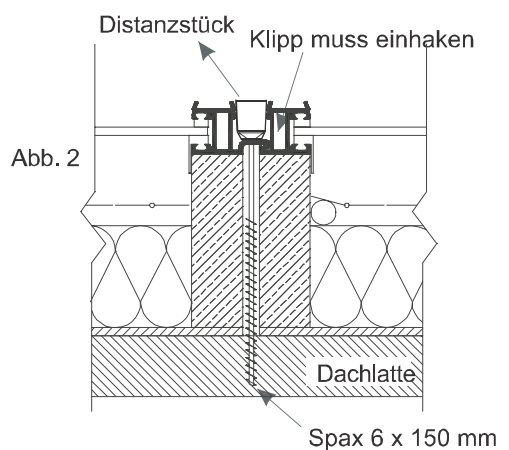

Abb. 2
4. Die Erweiterungsmodule werden ebenso auf die Dachlatten gelegt, und von links an den Kollektor herangeschoben, bis die Klipsverbindung einhakt. (Abb. 2)
(Abb. 1, Abb.2)
Achtung! Um den richtigen Abstand zwischen den Kollektoren zu erhalten, unbedingt Distanzstücke beilegen! (Abb. 1, Abb. 2, Abb. 7)